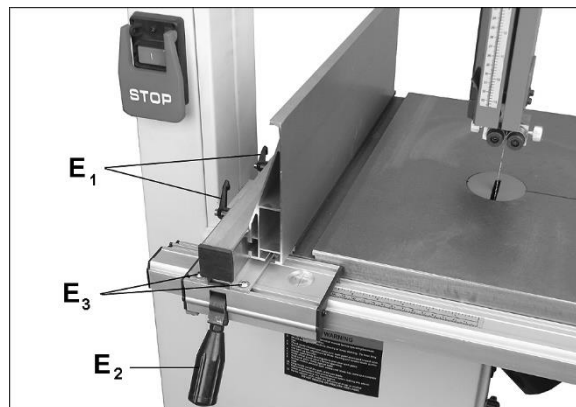

Рис. 18
6. Сдвиньте упор к пазу стола (Рис. 18) и нажмите на ручку (Е₂), чтобы зафиксировать положение. Упор по всей своей длине должен быть строго параллельно пазу стола.
7. Если требуется настройка, ослабьте четыре винта (Е₃, Рис. 18) и сдвиньте корпус, чтобы выровнять его параллельно пазу стола.